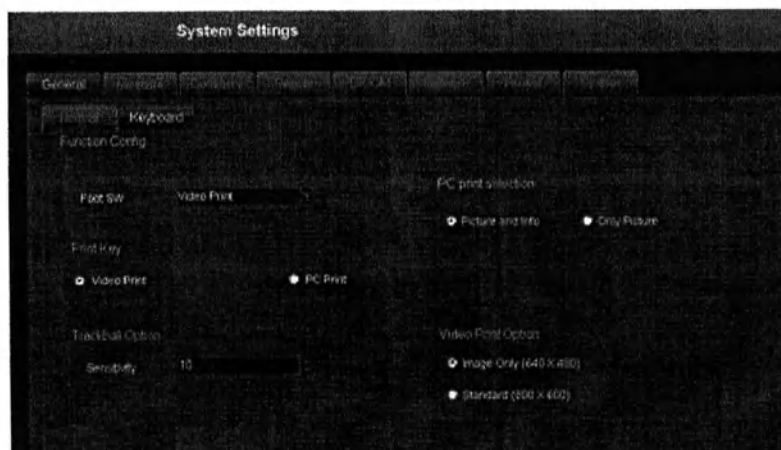

Рисунок 3-7.
5) Установите опцию видео печать, чтобы выбирать различные методы видео печати. Выберите настройки «General» (общие) и выберите в каскадном меню «Keyboard» (клавиатура). См. рисунок 3-7.